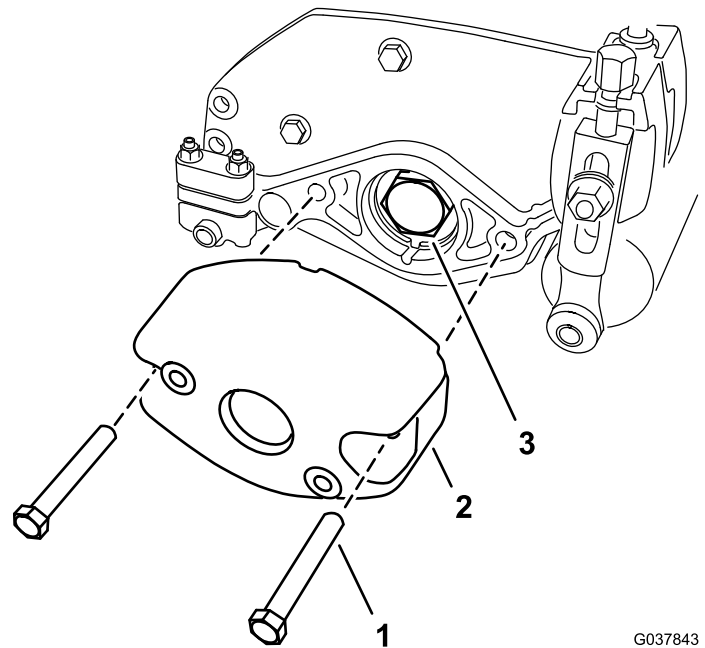

Bild 4
1. Nehmen Sie die zwei Schrauben (5/16" x 2¼") von den zwei Muttern (unverlierbar an der Seitenplatte befestigt) ab, mit denen das Gegengewicht an der Seitenplatte des Mähwerks befestigt ist. Entfernen Sie das Gegengewicht (Bild 4).
3. Nehmen Sie die Lagermutter von der Spindelwelle ab (Bild 4).